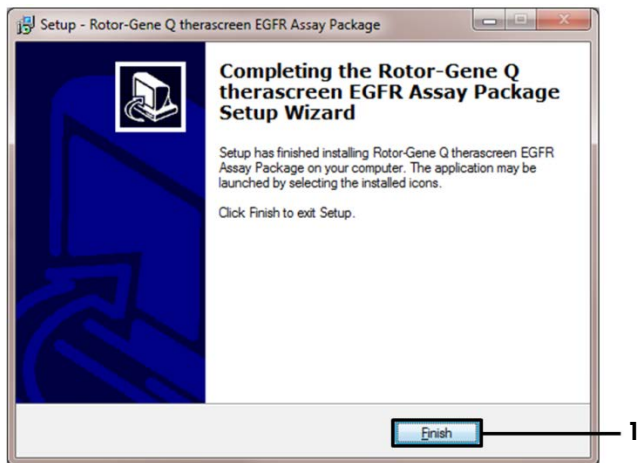

Figura 43. Finalización del asistente para la configuración (1 = "Finish" [Finalizar]).
8. Una vez finalizada la instalación, haga clic en Finish (Finalizar) en el último cuadro de diálogo de Setup Wizard (Asistente para la configuración) (figura 43).